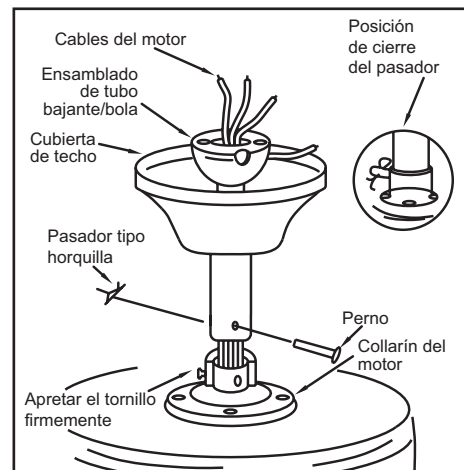

Figura 6
2. Inserta los cables que salen por la parte superior del motor del ventilador a través de la cubierta y luego a través del ensamblado del tubo bajante y la bola (Figura 6).
no apretarlo contra el cableado dentro del tubo bajante. Inserta el pasador tipo horquilla en el orificio cercano al extremo del perno y dóblalo para garantizar la seguridad, tal como se muestra en el círculo de la Figura 6.
5. Vuelve a ajustar los dos tornillos del collarín en la parte superior de la carcasa del motor (Figura 6).